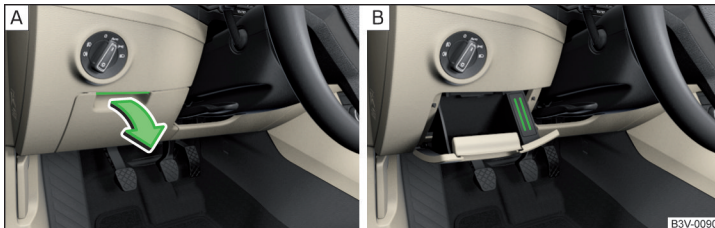

Abb. 104 Ablagefach öffnen / Kartenhalter
- Zum **Öffnen** den Griff anheben und das Fach aufklappen » Abb. 104 - [A].
Im Ablagefach befindet sich ein Kartenhalter » Abb. 104 - [B].